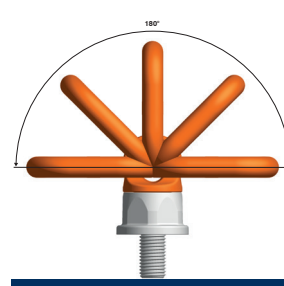
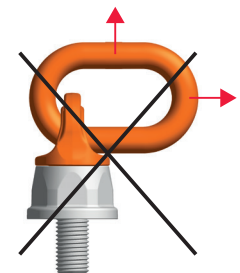

Bild 1: erlaubt
Bild 2: nicht erlaubt
Belastung: Tragfähigkeit lt. Prüfzeugnis bzw. Tragfähigkeitstabelle in den angegebenen Zugrichtungen – siehe Bild 1.
Sonstiges: Die Anschlagpunkte sind zwar kugelgelagert, aber um ein Verklemmen des Ringes zu vermeiden wird empfohlen, den Ring vor der Belastung in die erlaubte, erforderliche Zugrichtung auszurichten (Bild 1). Dies gilt insbesondere beim Heben der Last mit Mehrstranggehängen. Bei nicht ausgerichtetem Ring (unerlaubte Belastung nach Bild 2) könnte sich der Ringhalter unter Last schlagartig ausdrehen, und es kommt zu erheblicher Gefahr für Last und Personen.
- Belastung darf nur in der vorgegebenen Richtung (siehe Bild 1) mit der Tragfähigkeit lt. Tabelle erfolgen.
- Zugrichtung nicht im vorgegebenen Bereich lt. Bild 1 liegt.